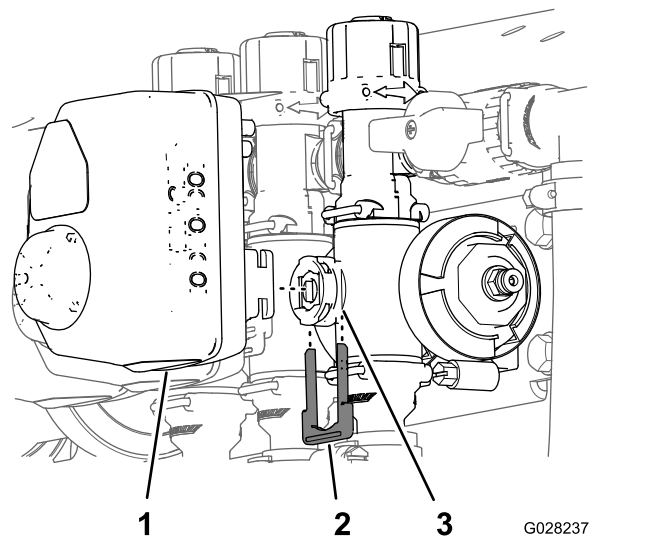

图61
3. 取下将致动器固定至喷洒率控制歧管阀、搅拌、主喷洒臂或喷洒臂段阀的卡环 (图61)。